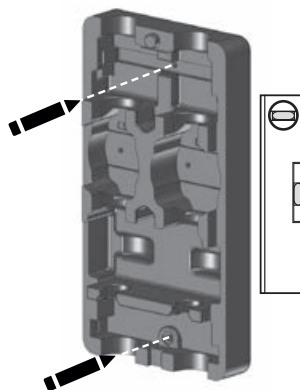

Fig. 9
1. Rimuovere la parte frontale della coibentazione (1)
2. Estrarre il blocco di fissaggio (2)
3. Rimuovere il gruppo (3) dalla parte posteriore della coibentazione (4)
4. Posizionare la parte posteriore della coibentazione (4) perpendicolarmente alla parete ed utilizzarla come dima per eseguire i fori (fig. 9)
2. allentare le calotte di collegamento sulla valvola miscelatrice a tre vie con l'aiuto di una chiave da 52mm e rimuovere la valvola miscelatrice (fig. 9)